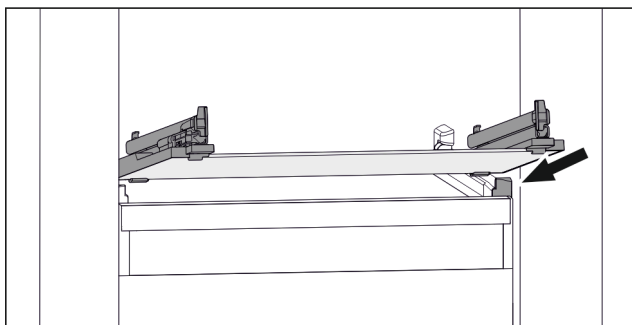

Fig. 138 Eksempel på fremstilling av glassplaten
- ▶ Sett glassplaten på skrå bak stopperne. (se Fig. 138)